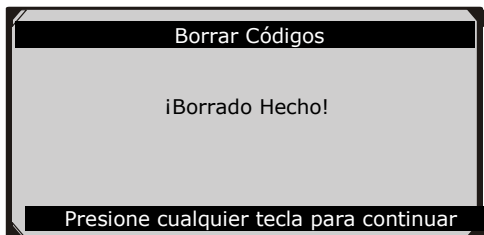

Figura 6.7
- Si los códigos son borrados exitosamente, el mensaje de confirmación “¡Borrado Hecho!” aparecerá en la pantalla. (Figura 6.7)